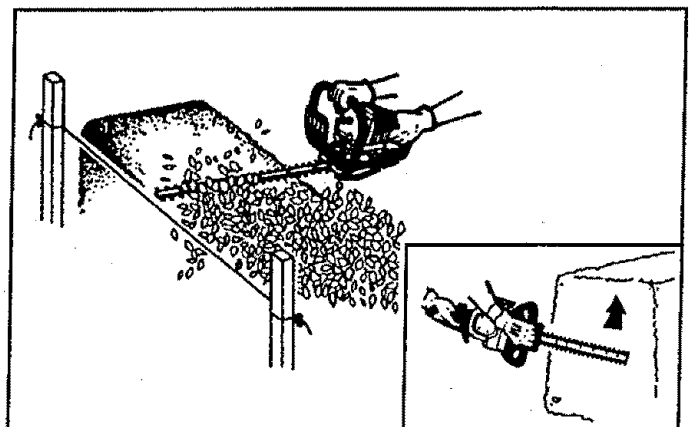

Figura 10
- **Para preciso, nivel corta:** Si un precisamente corte de nivel está deseado, alarga una pieza de cuerda a través de la longitud del protege. Guíen las cuchillas cortadoras lentamente a través de la parte superior de la cuerda. Figura 10.
- Cuando arreglarsg los lados del protege, comienzan en el fondo y corte hacia arriba, disminuir la protege adentro en la parte superior. Figura 10 (intercalación). El interrumpir este método dejará el cuerpo de la protege más estrecha en la parte superior. Esta forma expondrá más del protege, crecimiento más uniforme de resultar en.